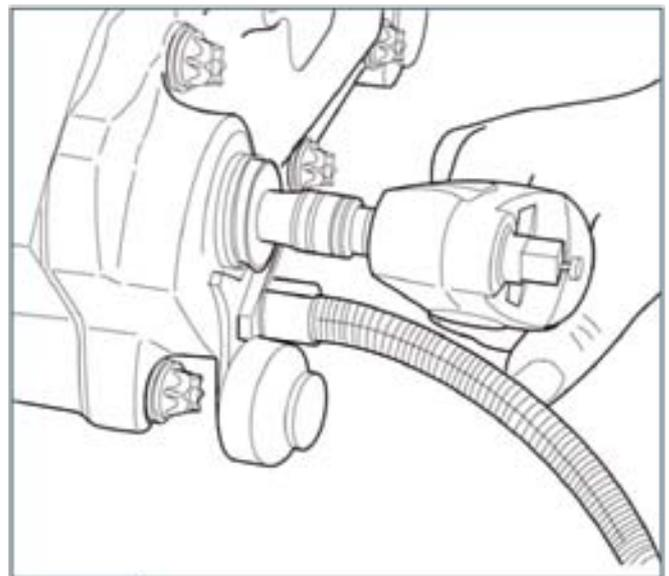

Abb. 2.2
ANMERKUNG: Achten Sie gegebenenfalls darauf, dass das Leitungskabel des Verschleißsensors bei der manuellen Justierung bzw. Dejustierung nicht beschädigt wird (Abb. 2.2). Setzen Sie die Justierung der Bremse fort, bis die Bremsbeläge leicht auf der Brems Scheibe schleifen. Dejustieren Sie die Bremse um eine halbe Drehung des Schraubenschlüssels. Damit wird ein Nennspiel von 1 mm zwischen Bremsbelag und Brems Scheibe hergestellt. Vergewissern Sie sich, dass sich die Brems Scheibe frei drehen kann. Bringen Sie die Stellerkappe (33) wieder an.